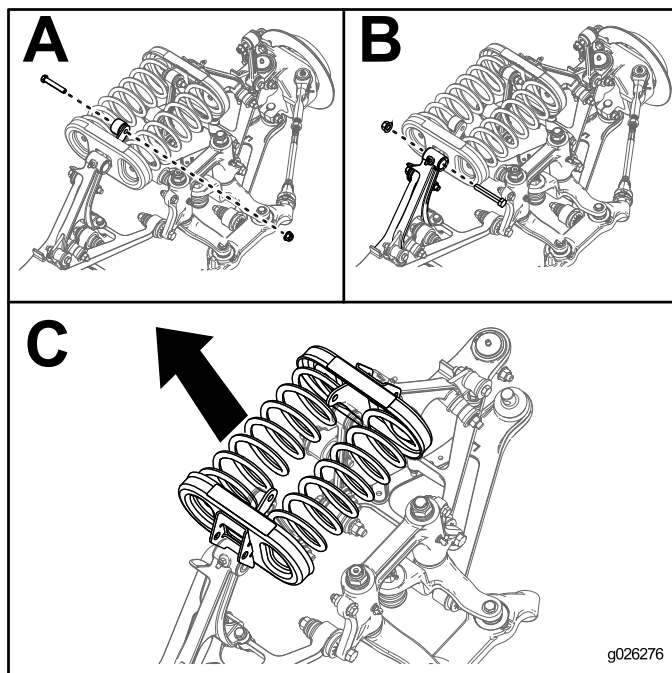

図 20
5. 図 20に示すように、各スタビライザのたんプラスチックからボルトとナットを外す; 詳細図 A。
6. 図 20に示すように、各スプリングクレードルを固定しているコントロールアームからボルトとナットを外す; 詳細図 B。
7. 図 20に示すように、機体からスプリングクレードルとスプリングを外す; 詳細図 C。